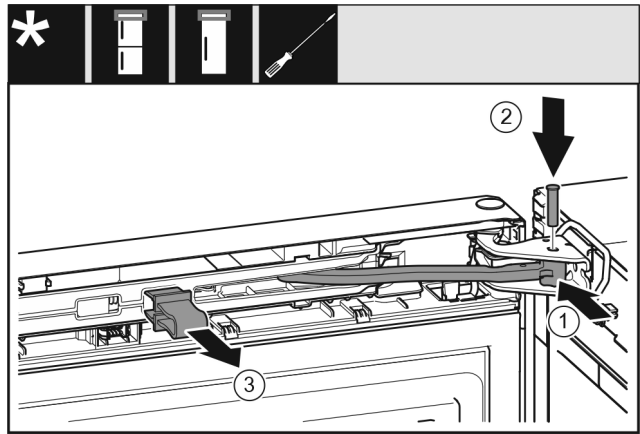

Fig. 21
- ▶ Gelenk in Lagerbock drehen. *Fig. 21 (1)*
- ▶ Bolzen in Lagerbock und Gelenk einsetzen. Dabei darauf achten, dass der Rastnocken korrekt in der Nut sitzt. *Fig. 21 (2)*
- ▶ Sicherung abnehmen. *Fig. 21 (3)*